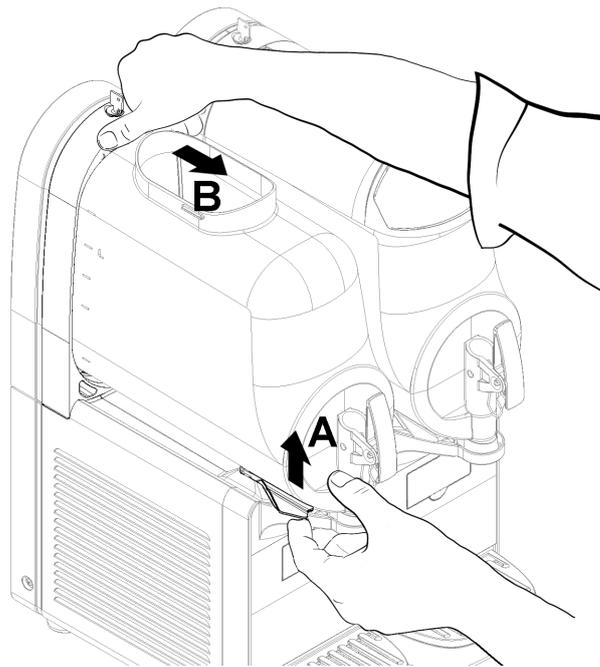
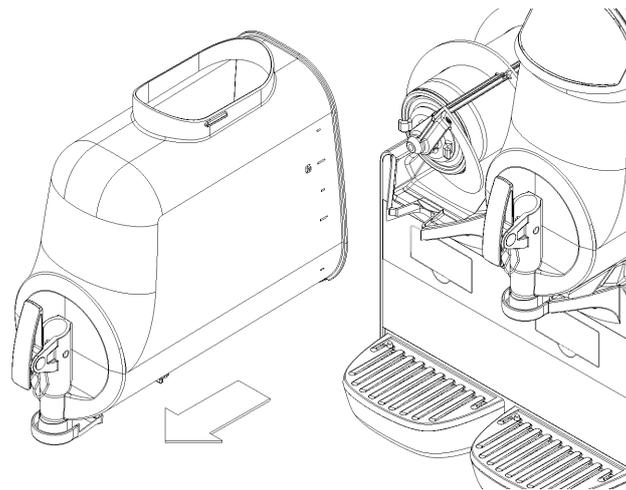

figura 10
figura 11
**2** Per smontare il contenitore è necessario spingere verso l'alto l'apposita leva (vedere figura 10) e quindi sfilare il contenitore stesso (vedere figura 11).
tore stesso (vedere figura 11).
3 Rimontare il rubinetto sul contenitore con sequenza inversa rispetto a quella di figura 11.